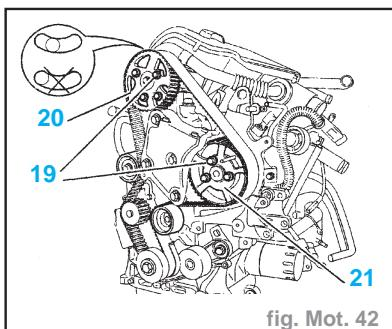

fig. Mot. 42
- Tourner le galet-tendeur (16) dans le sens inverse des aiguilles d'une montre (à l'aide de l'outil [10] (-).0188-J1).
- Serrer l'écrou (23) à **1,8 daN.m** (sans modifier la position du galet (16)).
**Impératif :** En déposant une vis (19) sur chacune des poulies (20) et (21), s'assurer que ces vis (19) ne sont pas en butée de boutonnière. Dans le cas contraire, reprendre l'opération de repose de la courroie de distribution (fig. Mot. 42).